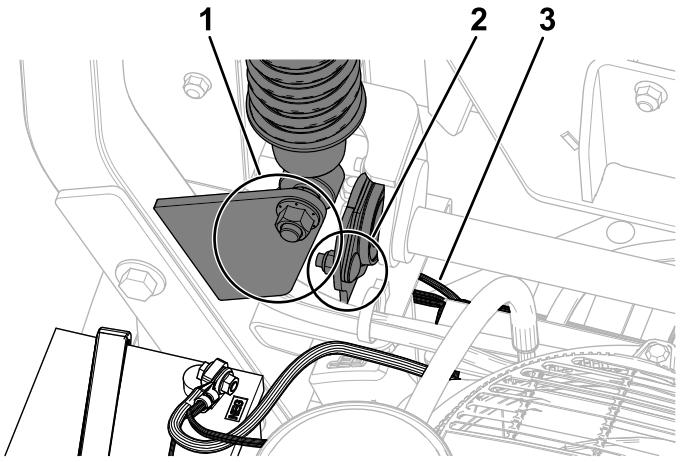

Figura 56
**Nota:** Per le macchine MyRide, assicuratevi che il cavo di terra non sfreghi contro il braccio di trascinamento o l'ammortizzatore inferiore (Figura 56).